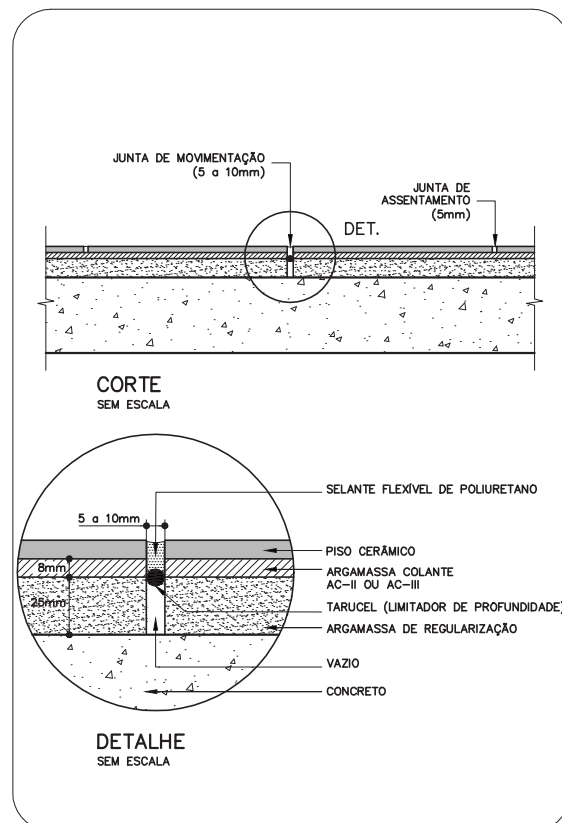

Figura 3:
- » as juntas de movimentação devem ter de 5 a 10mm de largura e aprofundar-se até a laje. No espalhamento da argamassa de regularização, executar as juntas com frizador. (Ver figura 3).